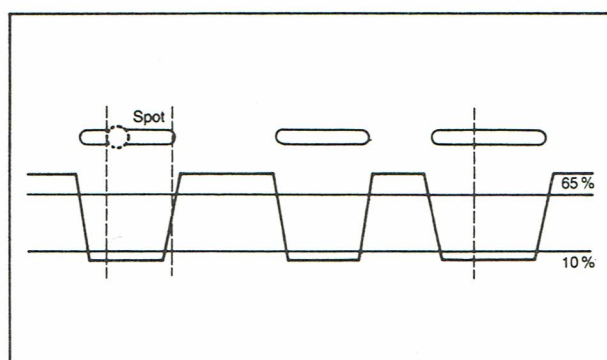

fig.13
- deux circuits comparateurs destinés à définir, par une "butée" inférieure, et par une "butée" supérieure, une zone de travail utile (figure 13) ;